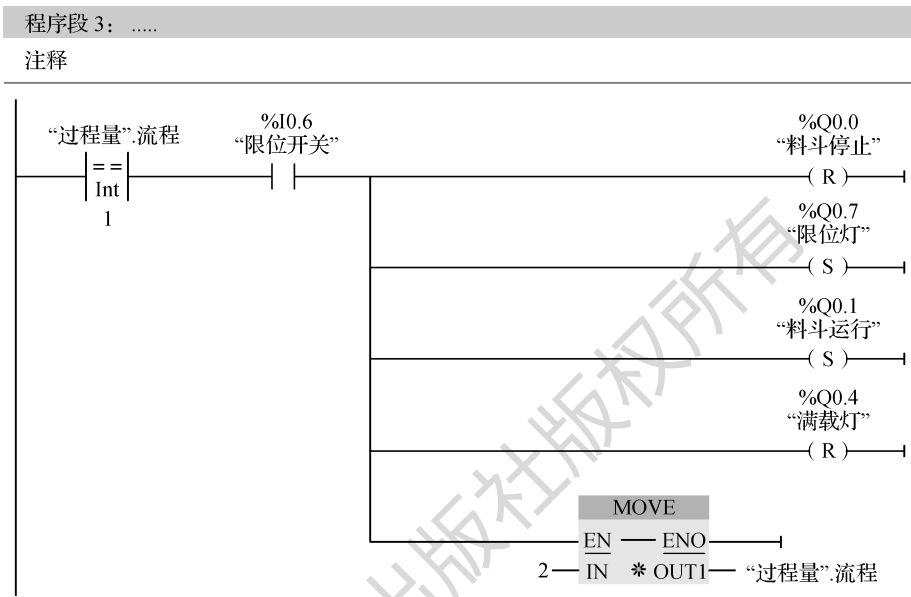

图 4-16 程序段 3
(2) 当料车触发限位开关后,限位灯亮,料斗运行,如图 4-16 程序段 3 所示。